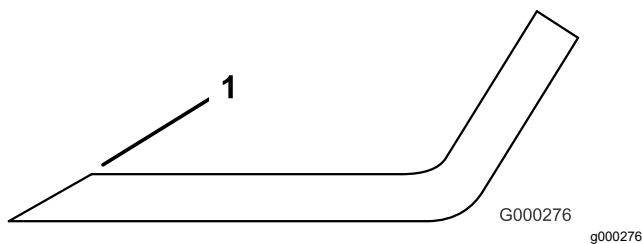

Figure 145
4. Affûtez-les s'ils sont émoussés ou ébréchés (Figure 145).